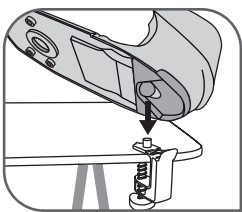

Fig.2
- Atașați suportul pe sistemul EasyFix – **fig.2 și 3**.